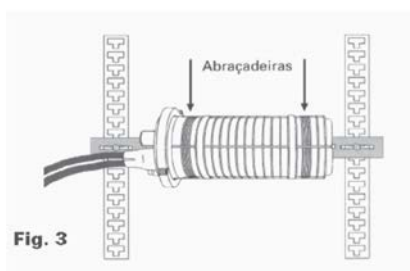

Fig. 3
4. Posicione o FIST no centro da barra e prenda com as abraçadeiras de aço fornecidas no suporte, na posição indicada. FIG. 3.
NOTA: O FOSC/FIST-Suporte Subterrâneo/Poste (BI-PARTIDO) pode ser usado também. (FIG. 3)